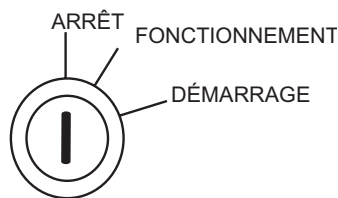

Figure 52. Commutateur D'allumage (Position Désactivé)
3. Placez le commutateur d'allumage (Figure 52) n position "**STOP**" "**ARRÊT**", retirez la clé et gardez-la dans un endroit sûr.
2. Tournez la clé de contact en position **STOP (ARRÊT)** (Figure 52).